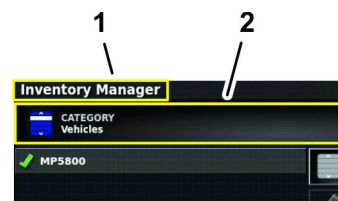

Figura 88
5. Si no aparece la categoría Trabajos en el icono Categoría, pulse el icono Categoría (Figura 88).